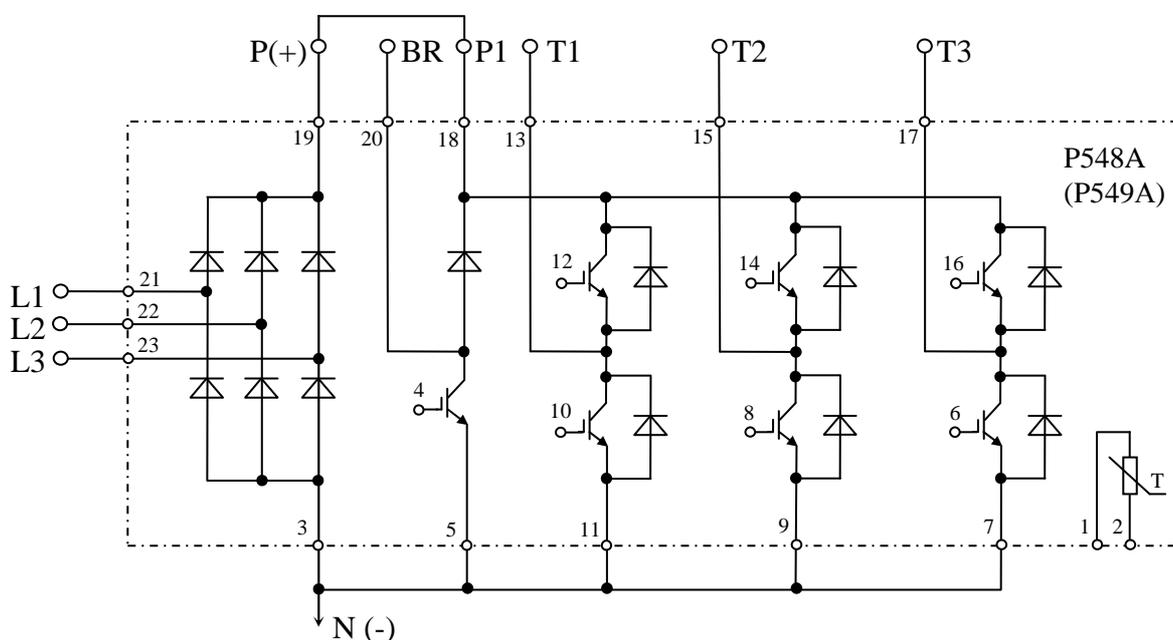

Рис. 4.4. Принципиальная схема матриц P548A и P549A
- 4.7.3. Электрическая принципиальная схема матриц P548A и P549A приведена на рис.4.4 (на схеме также показаны внешние силовые клеммы ПЧ).